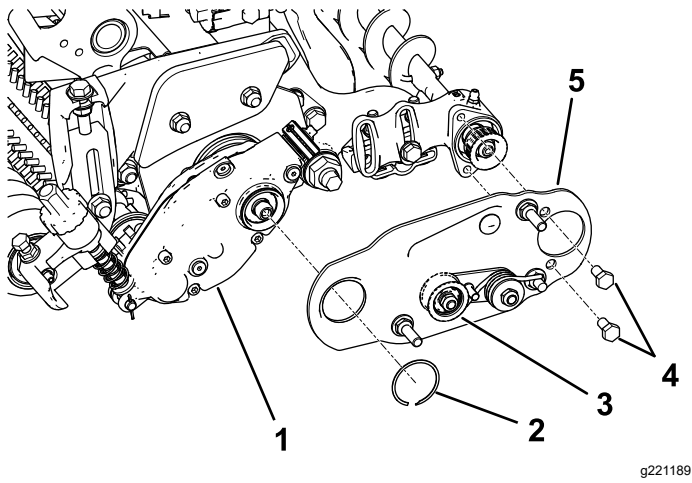

图 9
- 安装左侧或右侧滚筒刷枢轴板 图 9。
注意 确保怠轮皮带轮组件按 图 9中所示安装在底部。
4. 为 2 个螺栓 5/16 x 1/2 英寸涂抹 242 乐泰胶蓝色并用这两个螺栓将滚筒刷侧板安装到滚筒刷轴承座上 图 9。
5. 用卡环将滚筒刷侧板固定至滚筒刷架上 图 9。